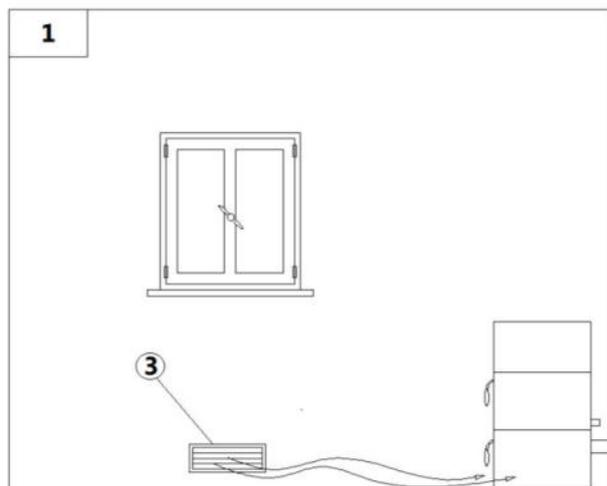
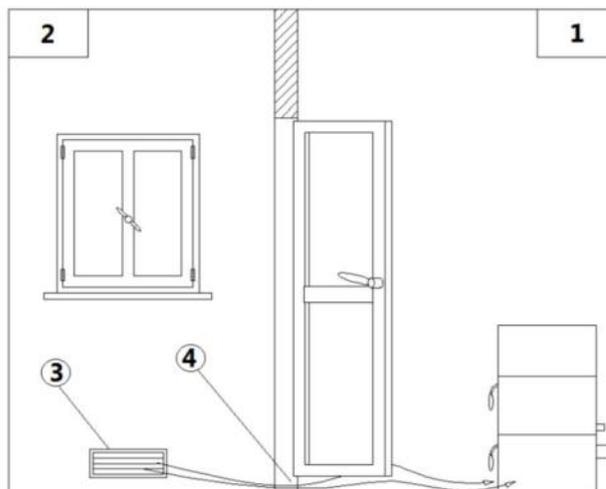

Fig 6 - Afflusso d'aria diretta
Fig 7 - Afflusso d'aria indiretta
### LEGENDA Fig 6- Fig 7
- L'afflusso dell'aria tra l'esterno ed il locale può avvenire per via diretta, tramite apertura su parete esterna del locale ( vedi **Fig 6 a pag. 9**); oppure per via indiretta, mediante prelievo dell'aria da locali attigui a quello da ventilare (vedi **Fig 7 a pag. 9**).